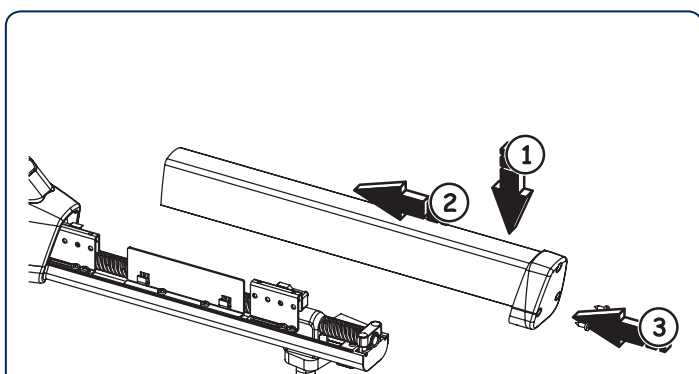

Fig. 25
5. Plaats de afdekkingskap weer door hem op het onderste element te schuiven en ga na of hij helemaal is aangeduwd, fig. 25.
6. Schroef de twee onderste schroeven opnieuw vast, fig. 25.